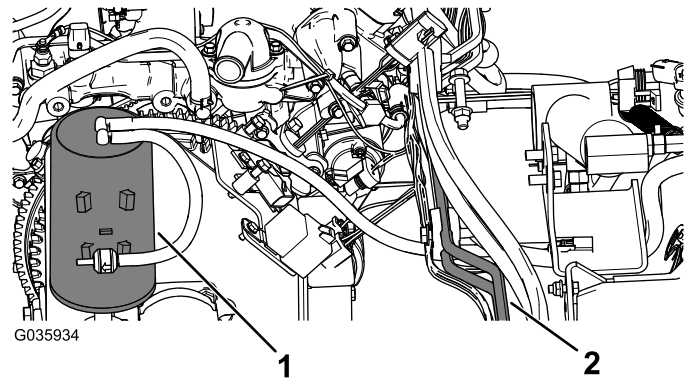

Figura 9
1. Mova o recipiente de carbono para o lado direito da máquina e utilize braçadeiras de cabos para o prender às linhas hidráulicas afastando-o de peças móveis ou quentes (Figura 9).